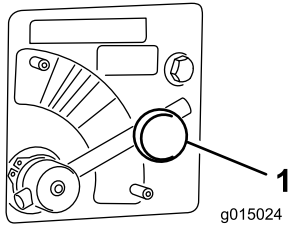

Bild 6
1. Lösen Sie das Handrad, mit dem der Streuerventilgriff befestigt ist (**Bild 6**).
2. Drehen Sie das Streuerventil auf die gewünschte Farbe (**Bild 6**).
Stellen Sie den Streuerventilgriff auf den Abschnitt **BLAU** (Höchstgeschwindigkeit) (**Bild 6**). Der Hebel muss waagrecht stehen, wenn er ganz im Uhrzeigersinn gedreht wird.